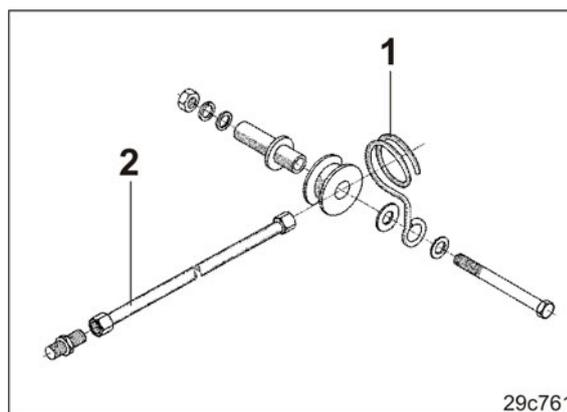
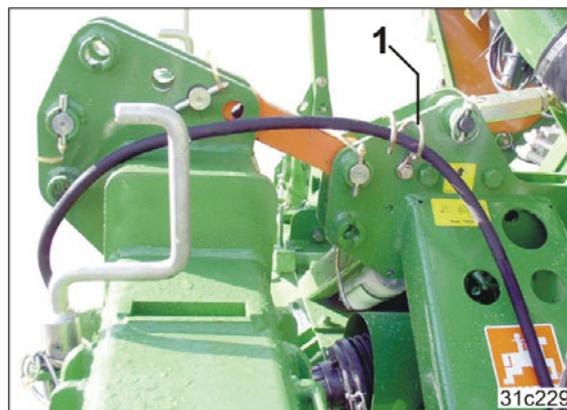

Fig. 16
Fig. 17
3. Den Schlauchhalter (Fig. 16/1) am Turm des/der Krieseelgrubbers/-egge befestigen (siehe Fig. 17).
4. Die Hydraulikschläuche der Sämaschine, die an den Traktor-Steuergeräten angeschlossen werden, mit Hydraulikschlauchverlängerungen (Fig. 16/2) ausrüsten.
5. Die Hydraulikschläuche und Kabel im Schlauchhalter (Fig. 17/1) einhängen.